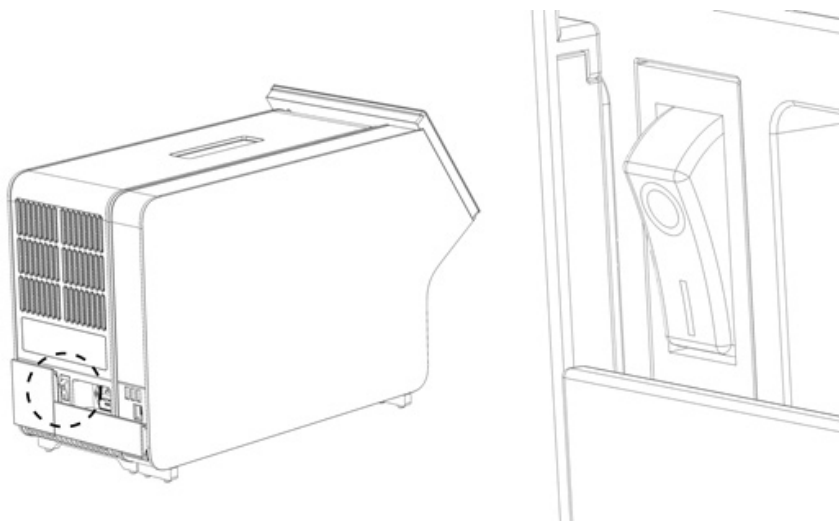

図 21.電源スイッチの場所を探し、「I」の位置に設定。
10. 解析モジュールの背面の電源スイッチを「I」の位置に押して、本機器の電源をオンにします (図 21)。解析モジュールと操作モジュールのステータスインジケータが青色であることを確認します。